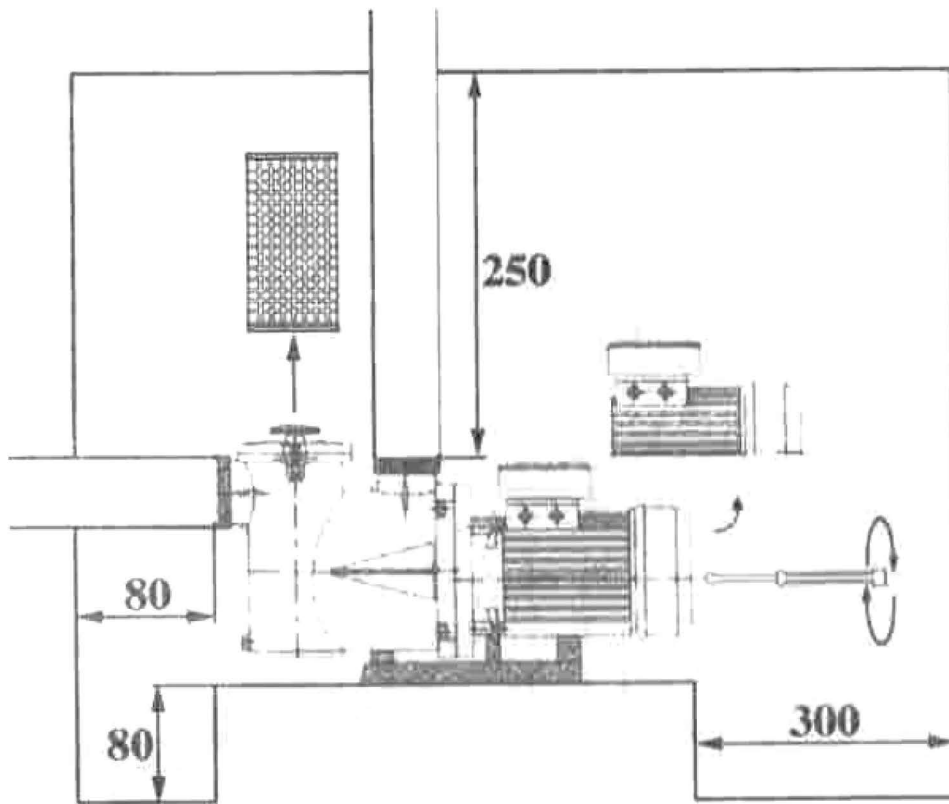

рис. 1
Убедитесь, что вал двигателя свободно вращается; запрещается запускать насос при заблокированном двигателе. Для ручного запуска с помощью отвертки, на конце вала со стороны вентилятора имеется паз (рис. 1, стр. 8). В трехфазных двигателях, работающих в обратном направлении крыльчатка (13) может открутиться. Обратное вращение может стать причиной механических повреждений. Запустите двигатель на несколько секунд и убедитесь, что направление вращения совпадает с направлением обозначенным стрелкой на крышке вентилятора. В противном случае свяжитесь с монтажником (смените